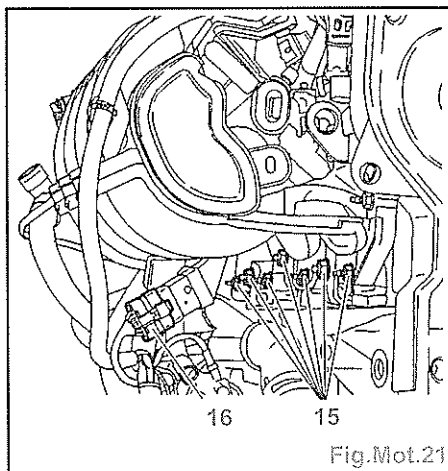
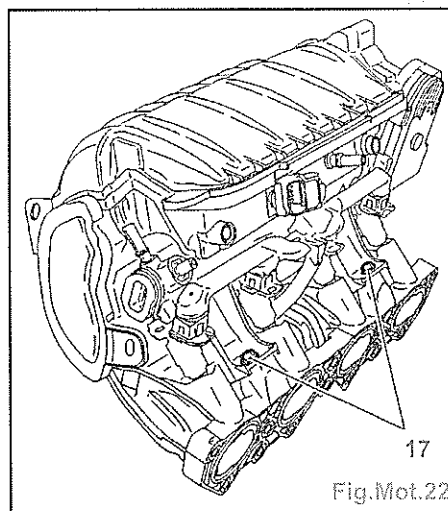

Fig.Mot.21
Fig.Mot.22
- la sonde de température d'air collecteur (13),
- Déposer les écrous de fixation du collecteur d'admission (15) (Fig.Mot.21).
- Débrancher le connecteur (16).
- Déposer les 2 vis (17) (Fig.Mot.22).